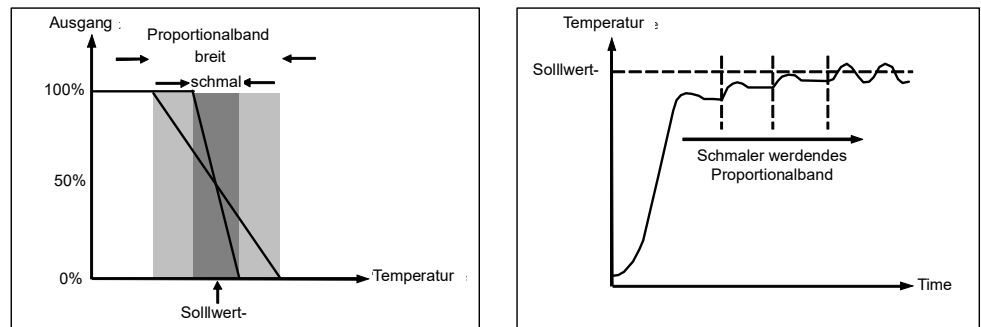

Abbildung 113 Proportionalanteil
Das Proportionalband (oder die Verstärkung) liefert einen Ausgang, der sich proportional zur Größe der Abweichung verhält. Es ist der Bereich, über den Sie die Ausgangsleistung kontinuierlich linear von 0% bis 100% einstellen können (bei einem Regler nur für Heizbetrieb). Unterhalb des Proportionalbandes (PB) ist der Ausgang auf volle Leistung eingeschaltet (100%), oberhalb des Proportionalbandes ist der Ausgang vollständig ausgeschaltet (0%), wie in Abbildung 113 dargestellt.
Abbildung 113 zeigt auch den Effekt einer Verschmälerung des Proportionalbandes bis zum Oszillationspunkt. Ein breites Proportionalband führt zu einer geradlinigen Regelung, jedoch mit einer merklichen Erstabweichung zwischen Sollwert und tatsächlicher Temperatur. Je schmäler Sie den Bereich einstellen, desto näher rückt die Temperatur an den Sollwert, bis sie schließlich instabil wird.